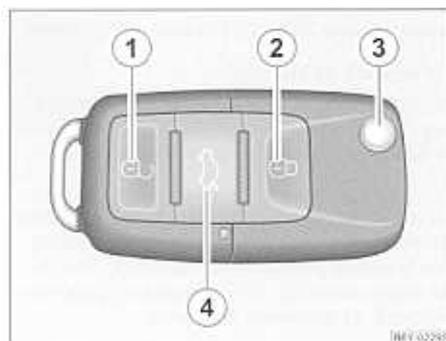

Fig. 26 Llave con radiotelemando.
- Pulsar la tecla ④ aprox. durante 1 segundo ⇒ fig. 26. Otras informaciones ⇒ página 46.